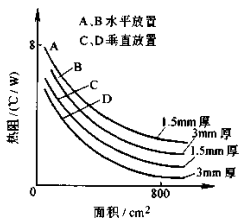

图 3-21 散热板式散热片热阻特性曲线
散热片本身也具有热阻，其热阻愈小散热效果愈好。对于散热板式散热片的热阻不仅与散热板的面积有关，还与散板的厚度有关，并且与散热板放置方式有关，如图 3-21 所示曲线可以说明他们之间的关系。
2) 在一定厚度下，当散热板的面积增大到一定程度后其热阻不再明显下降，这一点可以从图 3-21 所示曲线中看出。此时，可增大散热板的厚度。